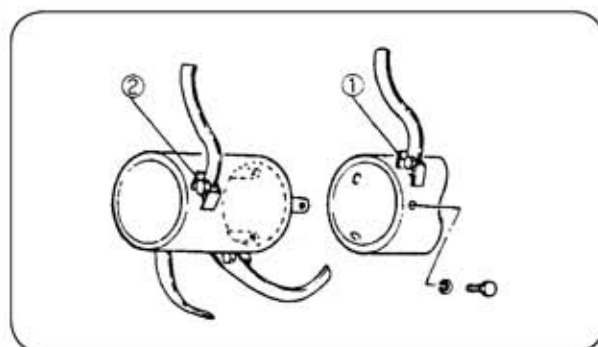

図 55
### 補助ドラムセット (図55、56)
- ① 圃場条件の良い所では、能率を上げるために補助ドラムの取付けは図55のようにドラムの外側の刃受①と補助ドラムローターの外側刃受②とが横から見てほぼ重なるような位置にして3個のボルトで取付けてください。適当に締めてから回転させて芯振れを直してから確実に締付けます。